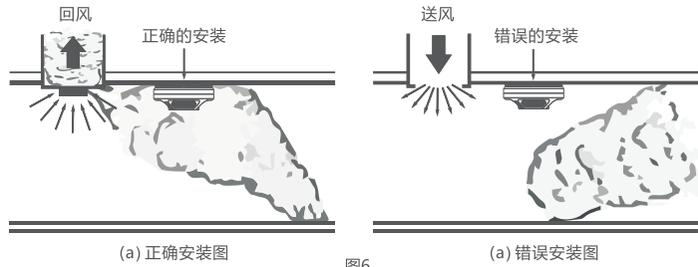

图6
6. 报警器安装在具有送风和回风管路的房间时，应安装在流向回风口的气流流经路径上，如图6所示。